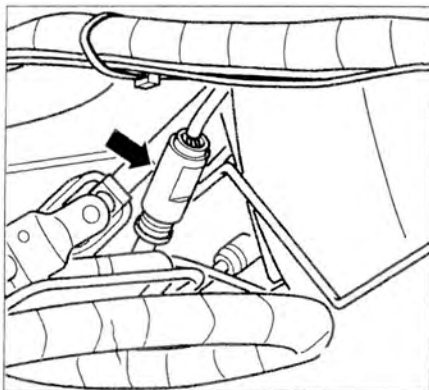

Рис. 2.77. Отсоедините 4-контактный разъем от датчика кислорода (стрелка).
2. Отсоедините 4-контактный разъем от датчика кислорода (стрелка) (рис. 2.77).